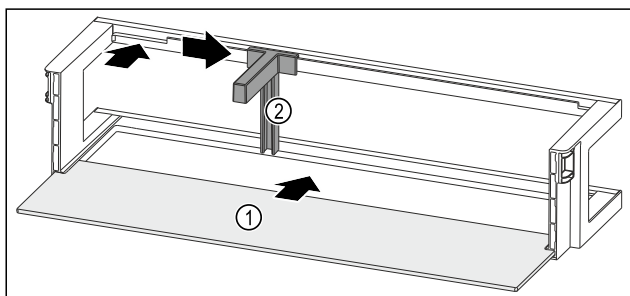

Fig. 245 Raft montat pe ușă cu raft
- Împingeți în interior raftul Fig. 245 (1) în degajările laterale.
- Introduceți suportul pentru sticle Fig. 245 (2) în degajare.
- Împingeți în lateral suportul pentru sticle Fig. 245 (2) în poziția dorită.